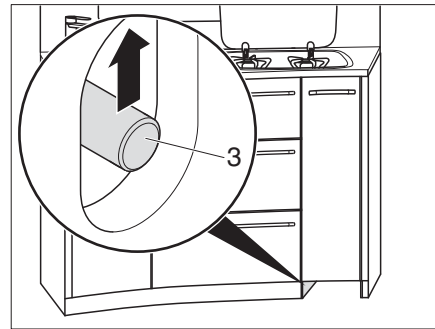

Fig. 110 Déverrouiller les tiroirs de cuisine
- Pousser la tige de poussée (Fig. 110,3) vers le haut.